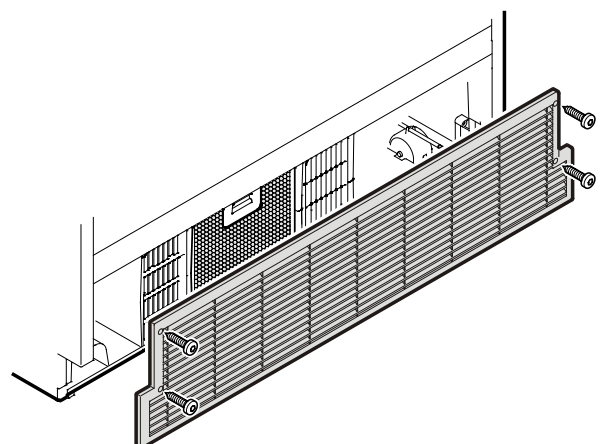

Figura 36
3. Monte la rejilla de aireación según se muestra en la **Figura 36**.